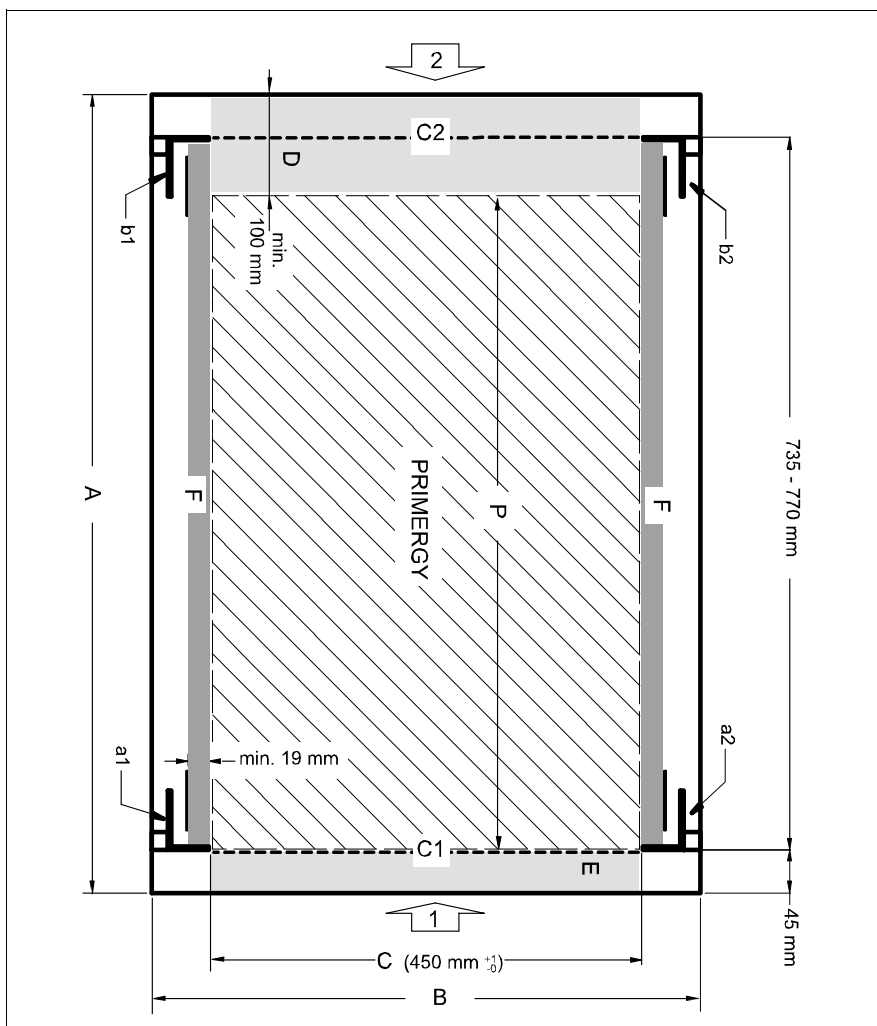

Bild 2: Mechanische Voraussetzungen
– Einbaumaße (siehe die im Bild 2 auf Seite 41 dargestellten Maße):